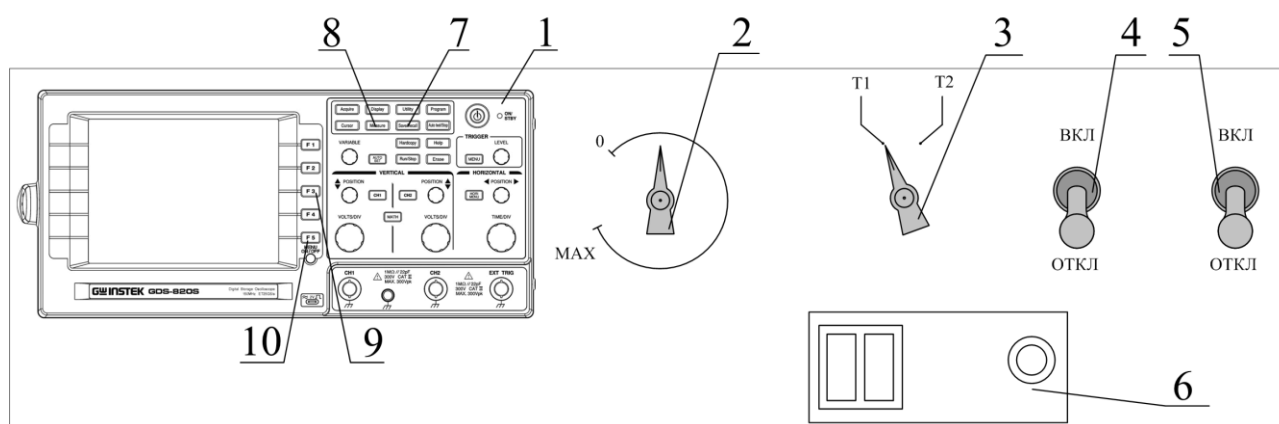

Рис. 2 Панель установки для исследования магнитных материалов
На панели установки размещены (рис. 2):
- выбрать ячейку памяти «M1» последовательным нажатием кнопки F3 (поз. 9 на рис. 2);
- нажать кнопку «Вызов» (поз. 10 на рис. 2);
- нажать кнопку «Измерения» на осциллографе (поз. 8 на рис. 2).
- выбрать ячейку памяти «М2» последовательным нажатием кнопки F3 (поз. 9 на рис. 2);